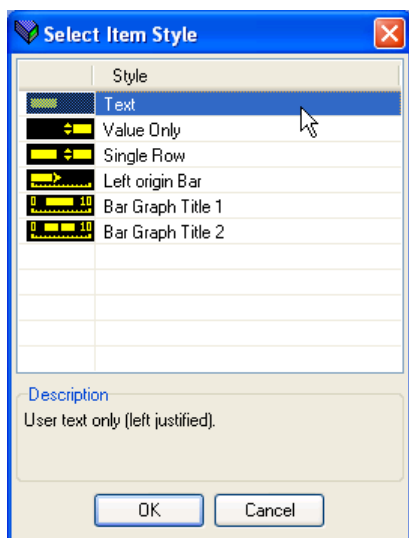

Figura 7.8.1a Finestra di selezione dello stile
2. Cliccare due volte su una delle celle in "Incrementare l'Elenco dei Parametri" per visualizzare la finestra "Selezionare lo Stile del Parametro" (Figura 7.8.1a).